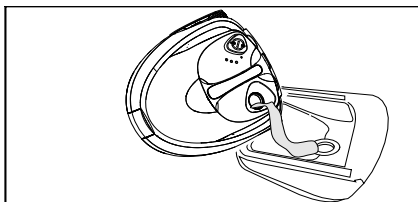

Abbildung 10
- Wasser ausgießen. Dazu das Gerät zur Ecke mit dem Einfülltrichter kippen (siehe Abbildung 10).